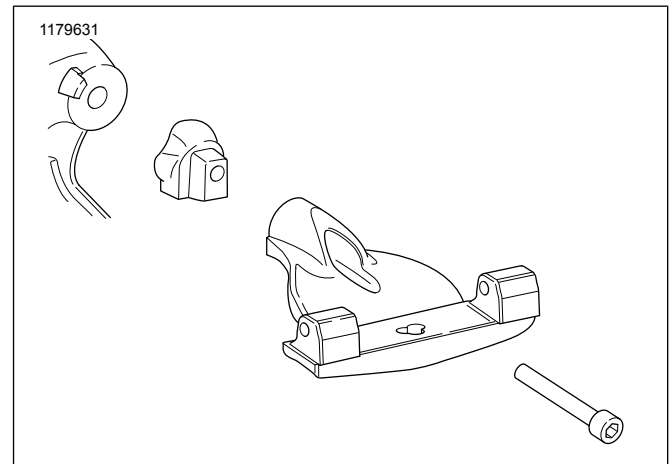
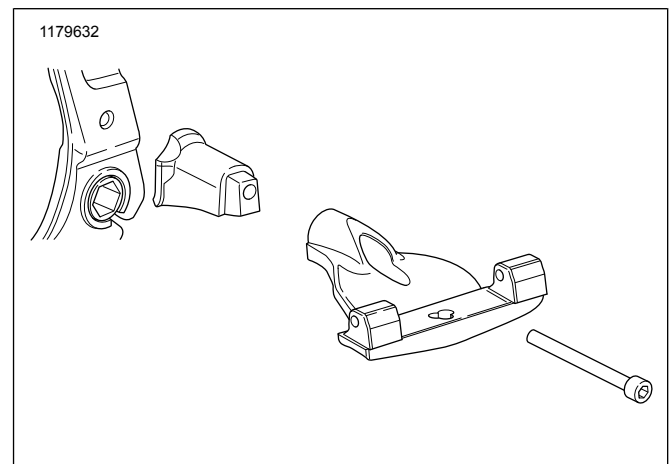

Figura 1. Instalación lado derecho: FXBR/S, FXBB, FLFB/S, FLSL, FXLR
Figura 2. Instalación lado derecho: FLSB, FLHC, FLDE
2. **Para los modelos FXBR/S, FXBB, FLFB/S, FLSL y FXLR**, vea Figura 1. **Para los modelos FLSB, FLHC y FLDE**, vea Figura 2. Coloque el montaje de la placa apoyapiés. Aplique fijatornillos Loctite 243 al tornillo de casquete con cabeza de casquillo e insértelo a través del conjunto del tablero del piso y el adaptador adecuado, y dentro del agujero de montaje.